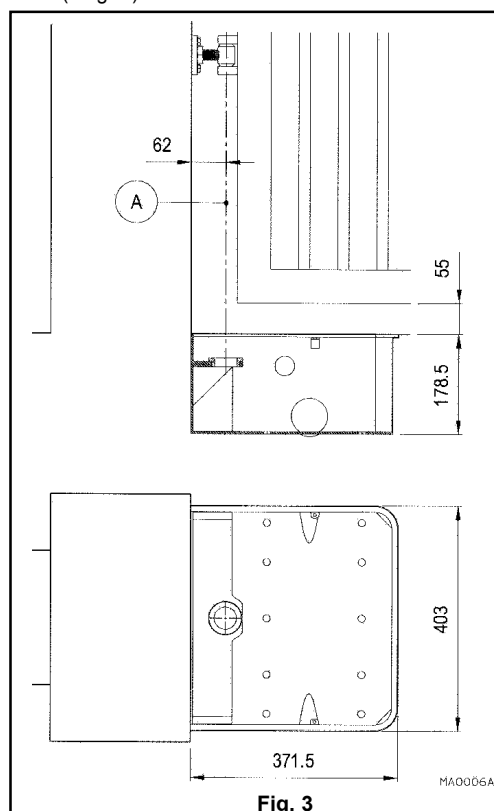
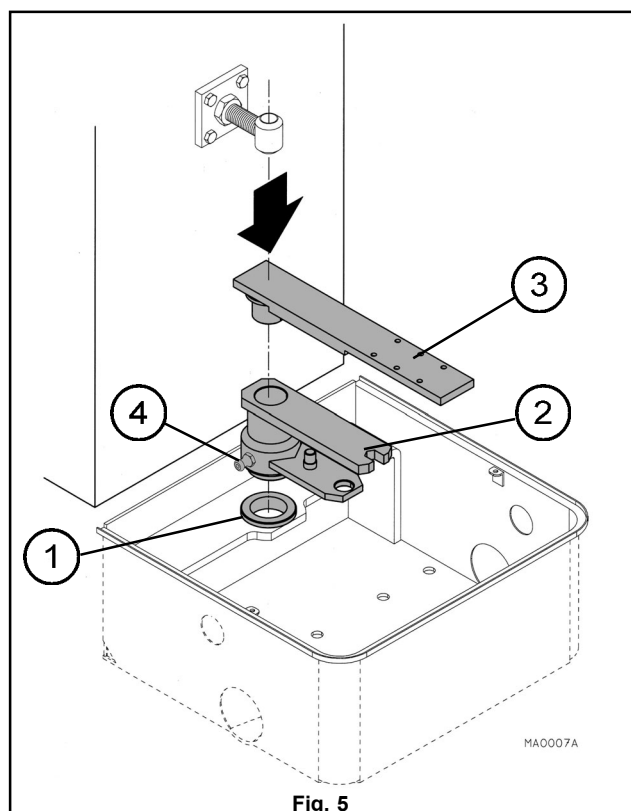

Fig. 3
Fig. 5
La zone d'installation du moto-réducteur doit prévoir un espace pour la caisse et ses accessoires ainsi que les outils nécessaires pour effectuer les opérations d'entretien et de déverrouillage manuel. Vérifier les limites d'encombrement en se référant à la fig. 3.
- Choisir, sur la base du type de portail et des valeurs d'encombrement (fig. 3), la position exacte de l'installation de la caisse.
La zona de instalación del motorreductor tiene que prever el espacio para la caja y para sus accesorios, además del espacio necesario para efectuar las operaciones de mantenimiento y de desbloqueo manual. Verifique los límites del volumen que ocupa tomando como punto de referencia la fig. 3.
- Escoja, según el tipo, dimensiones y peso de la cancela (fig. 3), la posición exacta de instalación de la caja.
- Ustalić, w zależności od rodzaju bramy i wymiarów gabarytowych (rys. 3), dokładne miejsce zamontowania skrzyni.
- h) Vérifier que l'axe A (fig. 3) est parfaitement vertical.
- l) Introduire dans le coussinet de la caisse de fondation (1 fig. 5) l'ensemble de leviers (2 fig. 5) puis le levier de déverrouillage de soutien (3 fig. 5). Vérifier qu'ils sont parallèles à la charnière supérieure (axe A fig. 3).
- m) Huiler les enclenchements à l'aide du lubrifiant (4 fig. 5)
- h) Controle que el eje A (fig. 3) esté perfectamente alineado verticalmente.
- l) Introduzca en el cojinete de la caja de cimentación (1 fig. 5) el grupo de palancas (2 fig. 5) y sucesivamente la palanca soporte de desbloqueo (3 fig. 5); verifique que se encuentren perfectamente en línea con el cojinete superior (eje A fig. 3).
- m) Lubrifique los acoplamientos con el lubricante adecuado (4 fig. 5)
- h) Sprawdzić, czy oś A (rys. 3) jest idealnie pionowa.
- l) Umieścić w tulejce skrzyni fundamentowej (1 rys. 5) zespół dźwigni (2 rys. 5), a następnie dźwignię wspornika systemu odblokowania (3 rys. 5); sprawdzić, czy są ustawione w osi górnego czopu zawiasy (oś A rys. 3).
- m) Nasmarować połączenia, wykorzystując w tym celu odpowiednią smarownicę (4 rys. 5)